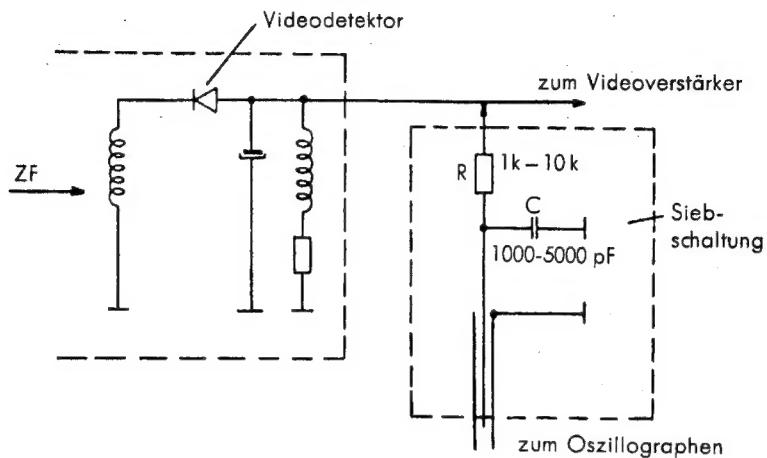

Bild 6 Siebschaltung für Anschluß des Oszillographen an den Videodetektor
- c) Am Video-Detektor des Empfängers auftretende Spannung der Senkrechtablenkung des Oszilloskopos zuführen. Bei Verwendung eines NORDMENDE-Oszilloskopos kann man dazu den zugehörigen Tastkopf (Stellung 1:1) mit der abgeschirmten Leitung verwenden. Bei NORDMENDE-Fernsehgeräten schließt man den Oszilloskop an die Meßbuchsen D und A an (Buchse A ist Masse. Ausführliche Abgleichsanweisung siehe Kundendienstanweisung vom FS-Empfänger). Sind keine Meßbuchsen am Fernsehgerät vorhanden, so klemmt man eine Siebschaltung nach Bild 6 am Videodetektor des Gerätes mit kürzesten Leitungen unmittelbar in der Verdrahtung.
- f) Markengeber auf Stellung „Fremd-Mod.-AM“ schalten. „Marken-Ampl.“ aufregeln und Abstimmung durchzubilden. Dabei muß die Marke über die Kurve laufen. Man stellt sie so klein, daß sie gerade noch erkennbar bleibt, da sie andernfalls die Kurve stark zusammendrückt. Sofern nicht schon in der Siebschaltung nach Bild 6